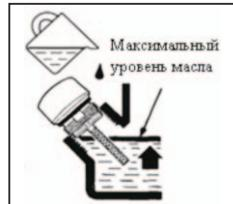

Рис.20
4. Установите генератор на горизонтальной поверхности и залейте новое моторное масло рекомендованного типа (SAE 10W-30) до нижней кромки маслозаливной горловины (рис. 20).